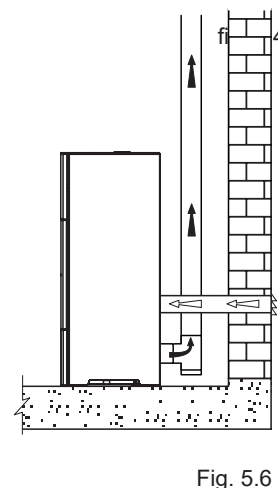

Fig. 5.6
- collegare l'ingresso dell'aria comburente della stufa alla presa d'aria con un apposito condotto (fig. 5.6).